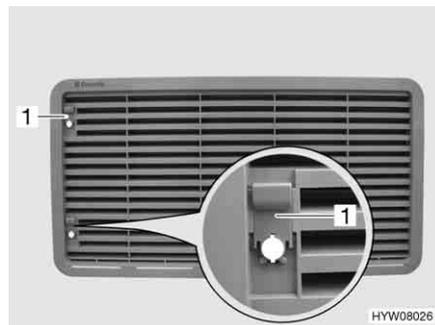

Bild 135 Kühlschrank-Lüftungsgitter
- Schieber (Bild 135,1) nach oben schieben.